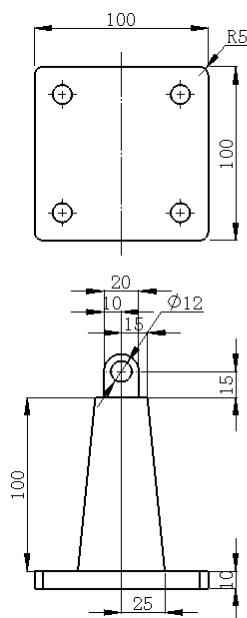

图 12-59 绘制中心线
6) 绘制中心线。单击“草图绘制”操控面板中的 (中心线) 按钮, 在视图中绘制中心线, 如图 12-59 所示。